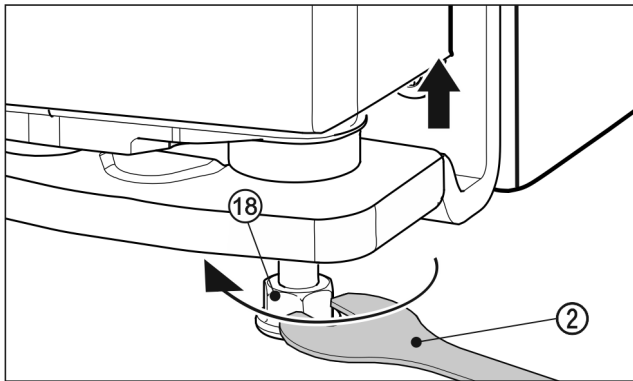

Fig. 21
- Per sollevare la porta svitare il piedino di regolazione Fig. 21 (18) con la chiave fissa in dotazione Fig. 21 (2) ruotando verso destra fino al contatto con il pavimento. In seguito continuare a ruotare fino a quando la porta è regolata in altezza. Allo stato della consegna il perno di supporto è completamente avvitato.